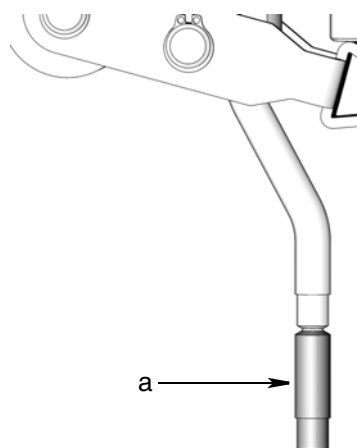

図 2
- a. サクションチューブの長さをチェックしてください。油受けの中へ収めるには長過ぎる場合、ペンチを使ってチューブの長い部分を切り取ります。(a) (図 2)